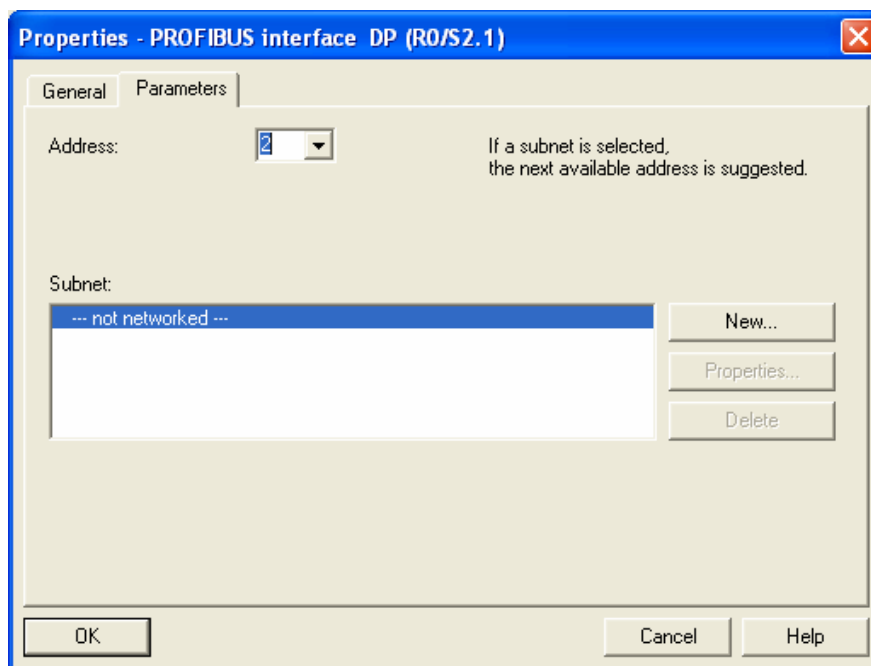

图 10-12
4. 在图 10-12 所示新出现的对话框『Address』下拉菜单中选择地址，该地址为主站的地址，选择地址后点击『New』按钮会出现一个新的对话框。